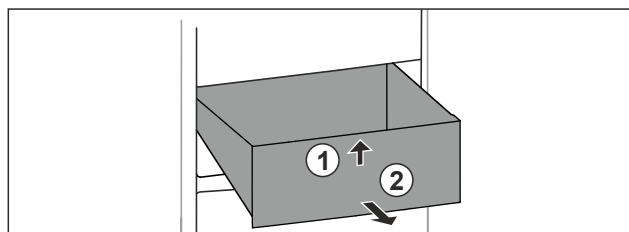

Fig. 56
- Løft skuffen foran. Fig. 56 (1)
- Ta ut skuffen framover. Fig. 56 (2)